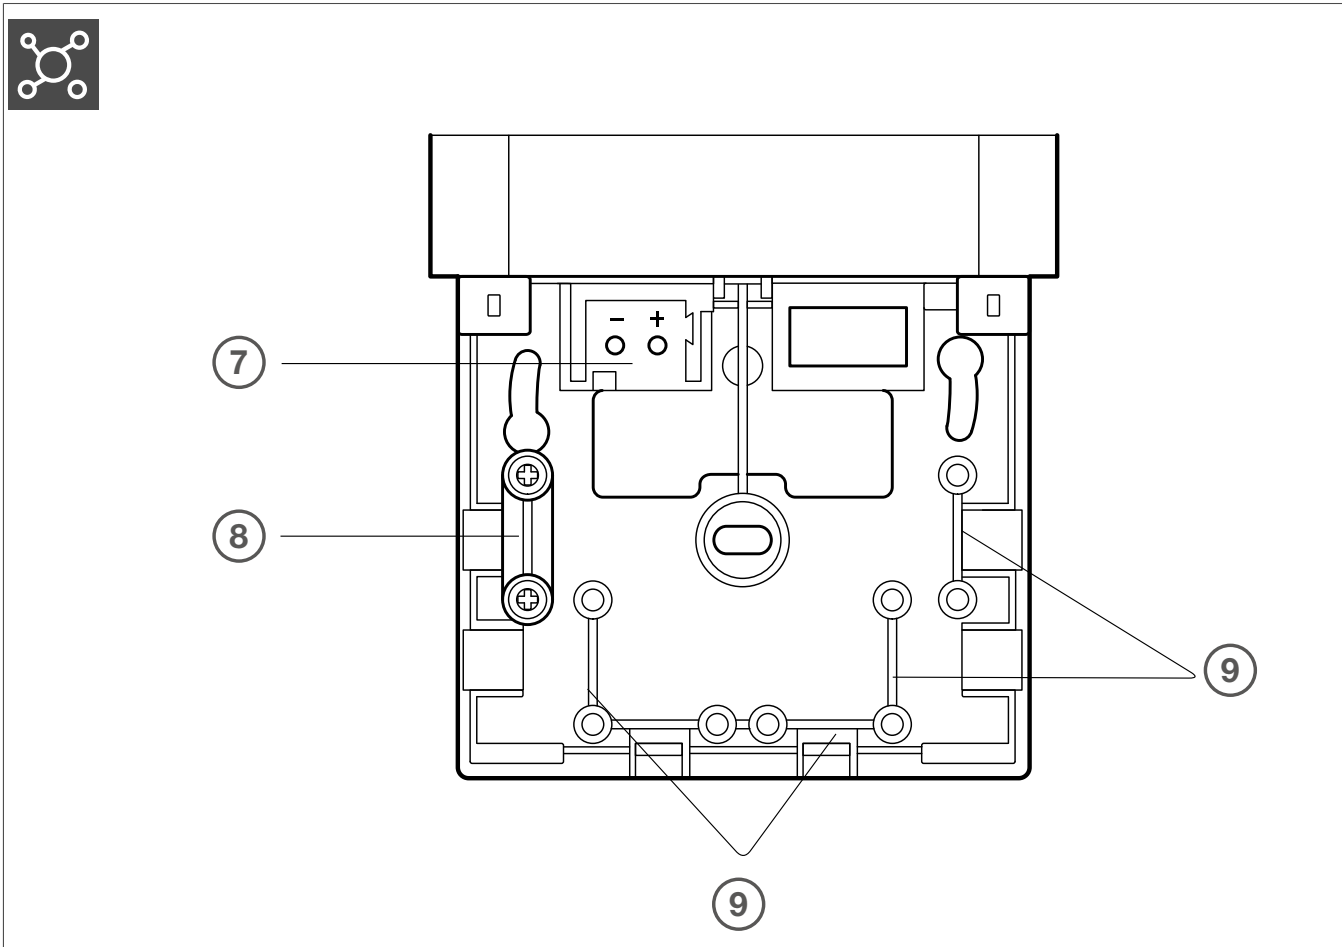

Fig. 3 : Conception et présentation interne de l'appareil
- La ligne de raccordement entre l'émetteur et le récepteur radio doit être choisie de telle sorte que tout passage à travers la maçonnerie ou d'autres matériaux atténuants soit aussi court que possible (voir figure 3). Il est particulièrement important d'éviter les niches dans les murs, car elles obstruent la propagation des ondes radio.